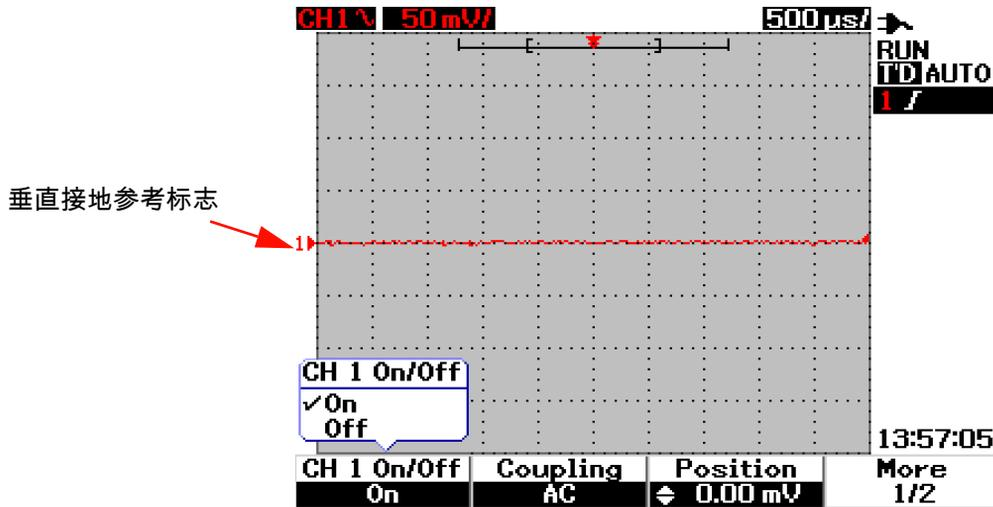

图 3-2 选择 On 或 Off 以启用或禁用波形显示
- 3 这两个通道的子菜单是相同的。图 3-2 显示通道 1 的一般子菜单。要启用通道 1 的波形显示，请按 F1 以显示上拉菜单。